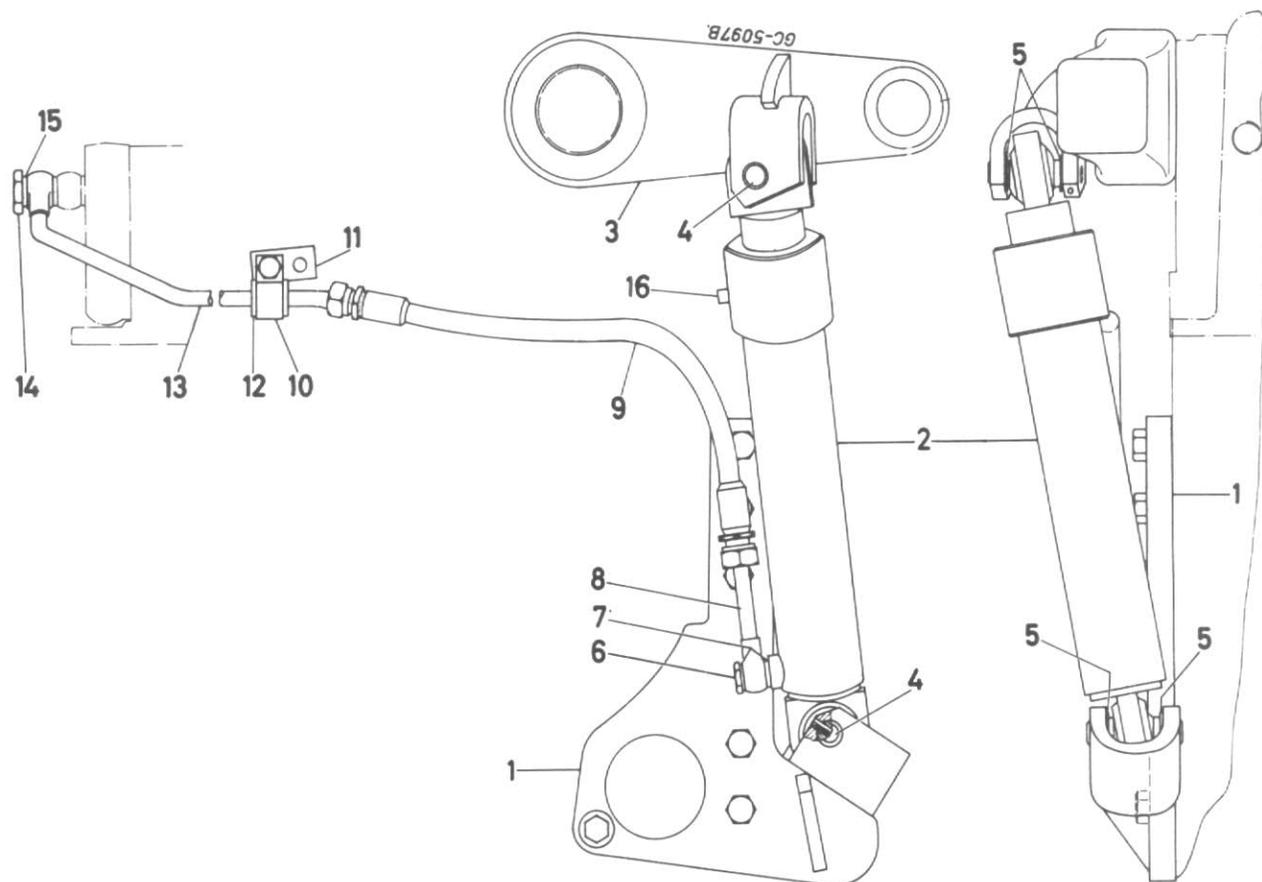

Fig. 63a
Montez le vérin auxiliaire avec son tuyau hydraulique comme représenté sur la figure 63a.
2. Desserrez la vis de purge (16, Fig. 63a) du vérin.